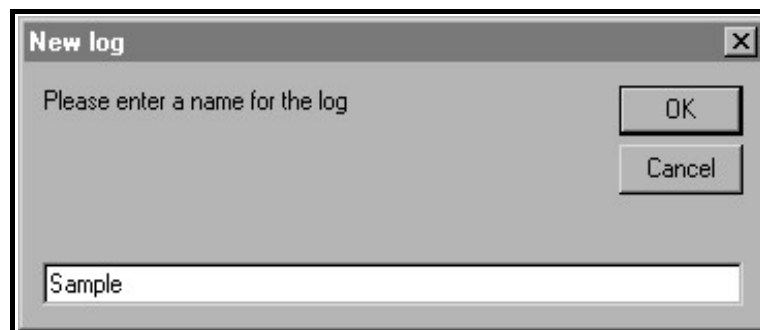

Figura 17: Cuadro de diálogo del nombre del registro
- Introduzca un *nombre de archivo* de registro («*Sample*» en este caso) en el cuadro de diálogo que se muestra en la *Figura 17*. Haga clic en el botón de opción **[OK]**.